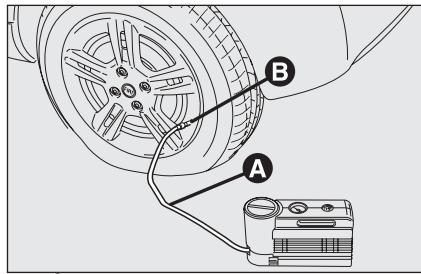

рис. 9
- Поставьте автомобиль на стояночный тормоз. Снимите колпачок ниппеля шины, выньте наливную трубку А-рис. 9 и наверните круглую гайку В на ниппель шины;